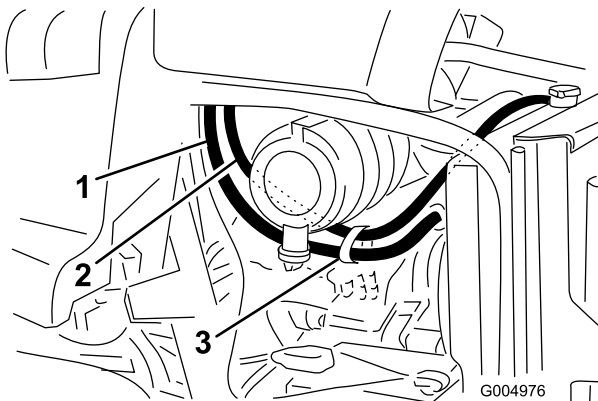

Figura 14
12. Fixe a mangueira no encaixe em T com uma braçadeira de tubos (Figura 14).
1. Passe o tubo por detrás do radiador por cima do depósito de fluxo, até ao lado direito do radiador, pela parte superior do radiador para o lado esquerdo e por baixo do filtro de ar, conforme indicado na Figura 14.